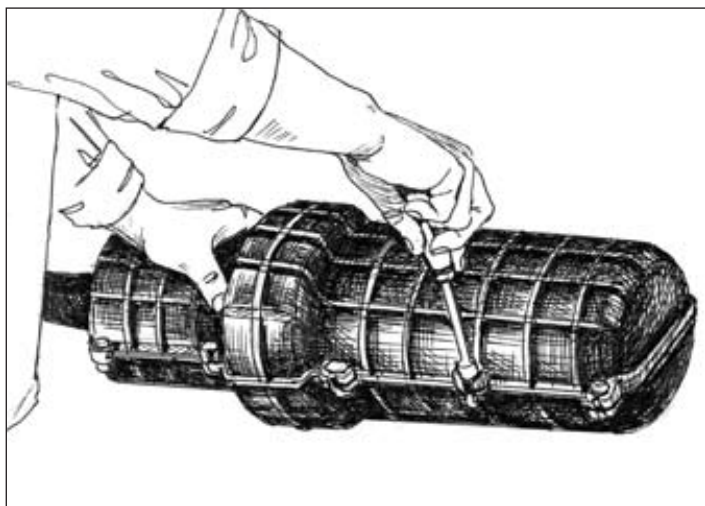

Рис. 3.3. Затяжка болтов при сборке муфты МПЗ
3.3. Сверху устанавливают вторую полумуфту МПЗ. Обе полумуфты скрепляют болтами с шайбами и гайками. Во избежание деформации корпуса муфты затяжку болтов производят попеременно по диагонали в начале с одной стороны, а затем с другой (Рис. 3.3).